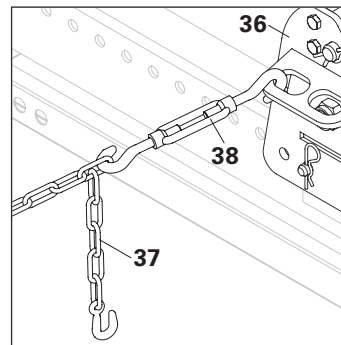

Fig. A10.02d
4. Attaccare un tenditore (38) a un foro della staffa dell'elemento di sostegno URS. (Fig. A10.02d)
5. Attaccare un tenditore (38) alla catena di ancoraggio (37). (Fig. A10.02d)